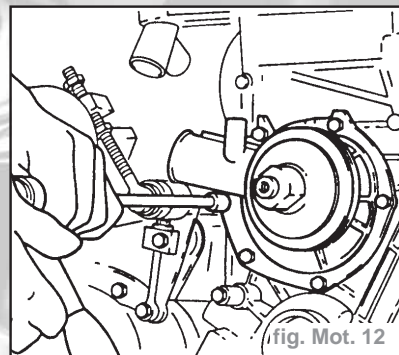

fig. Mot. 12
- la pompe à eau (fig. Mot. 12),